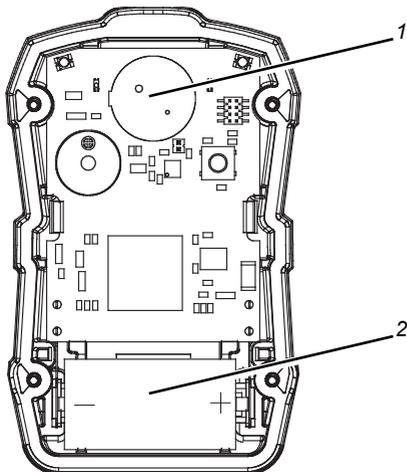

Рис. 14 Замена батареи и датчика
- (1) Убедитесь в том, что прибор выключен.
- (2) Для доступа к датчику (в верхней части прибора, возле сигнальных светодиодов → Рис. 14) отвинтите четыре винта и снимите переднюю крышку.
- (3) Аккуратно извлеките и должным образом утилизируйте датчик.